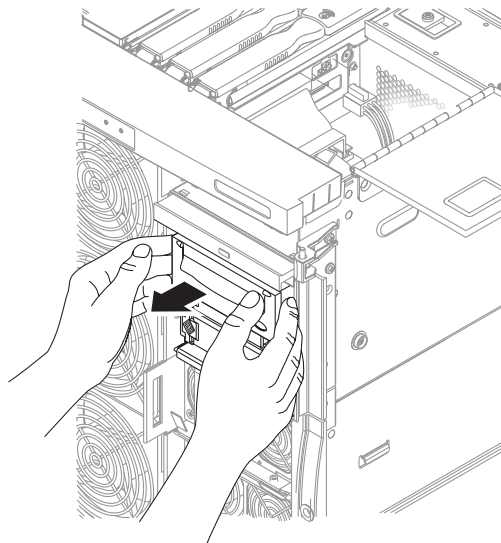

図 5-9 リムーバブルメディアモジュールを少し引き出す
12. 正面にある金属板を持ちます。システムからリムーバブルメディアモジュールを外して少し引き出します。これによって、コネクタを扱えるようになります (図 5-9)。
3. リムーバブルメディアモジュールの一部をシステムに挿入します (図 5-9)。